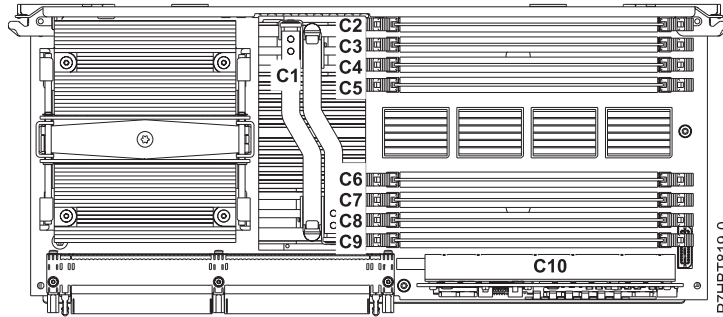

Figure 1. Emplacement des logements pour modules de mémoire dans le bloc processeur
9. Déterminez les logements dans lesquels les modules de mémoire seront placés. Chaque bloc processeur système est doté de huit emplacements de modules de mémoire. Voir tableau 1, à la page 3 pour vous assurer que les modules de mémoire sont équilibrés sur chaque bloc processeur. Insérez les modules de mémoire dans les emplacements indiqués dans le tableau. Pour les emplacements des modules de mémoire sur le bloc processeur système, voir la figure 1, à la page 4.